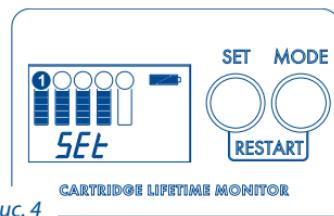

Рис. 4
- Последовательным нажатием кнопки MODE выберите надпись SET (Рис. 4).